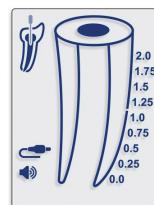

Fig. 4
- 5.4.7. Conecte o cabo de medição ao dispositivo e certifique-se de que o ícone do cabo aparece na tela (Fig. 4).